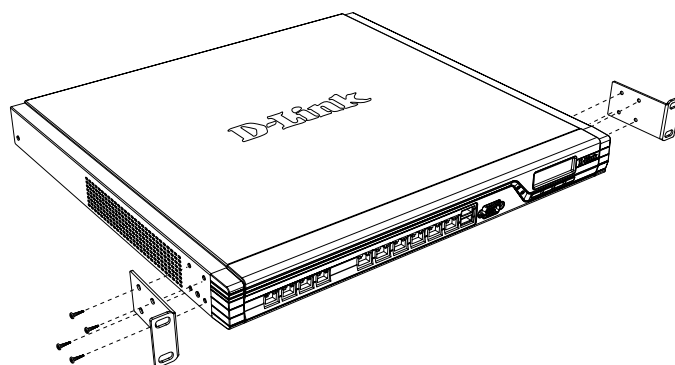

Abbildung 6. Anbringen der Rackbefestigungsklammern
1. Bringen Sie die Befestigungsklammern an den beiden Seiten des Gehäuses an, wie in Abbildung 6 gezeigt, und fixieren Sie sie mit den mitgelieferten Schrauben.